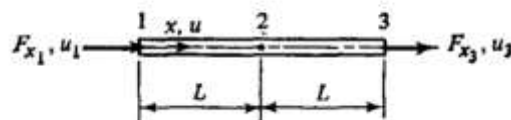

Рис. P2.11.
11. На рис. P2.11 приведена матрица жесткости трехузлов стержневого элемента. Осуществите конденсацию этого представления и получите систему уравнений жесткости для  $u_1$  и  $u_3$ .